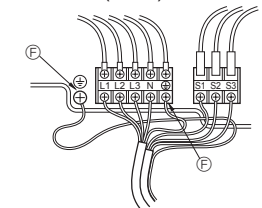

Fig. 6-2
### 6.1. Dış ünite (Fig. 6-1, Fig. 6-2)
- Fig. 6-1 ve Fig. 6-2'ye bakarak kabloları bağlayın.